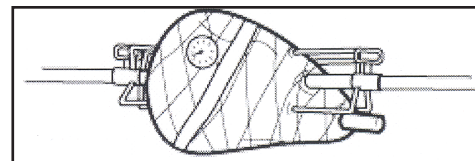

Fig. 16
**Pour un jambon ou un rôti:** Insérer le thermomètre dans le centre de la partie la plus pesante de la viande. (Fig. 16)